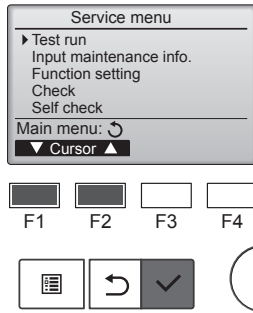

Fig. 7-1
- (1) Dans le Menu SAV, sélectionnez "Test run" (Test fonctions) puis appuyez sur la touche [CHOIX]. (Fig. 7-1)